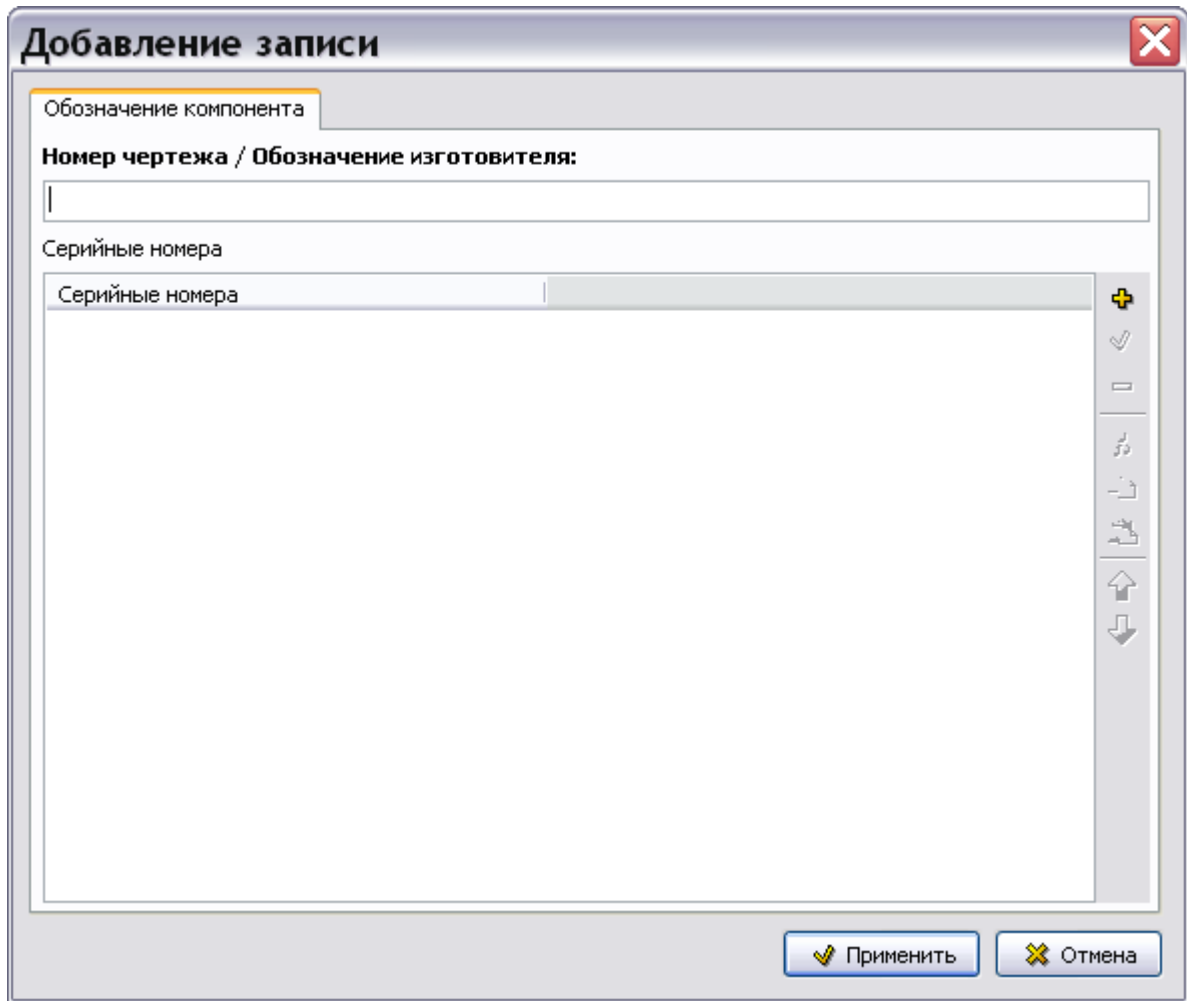

Рисунок 951
7) Нажмите на кнопку **Добавить** . После этого откроется окно **Добавление записи** для обозначения компонента (рисунок 951).